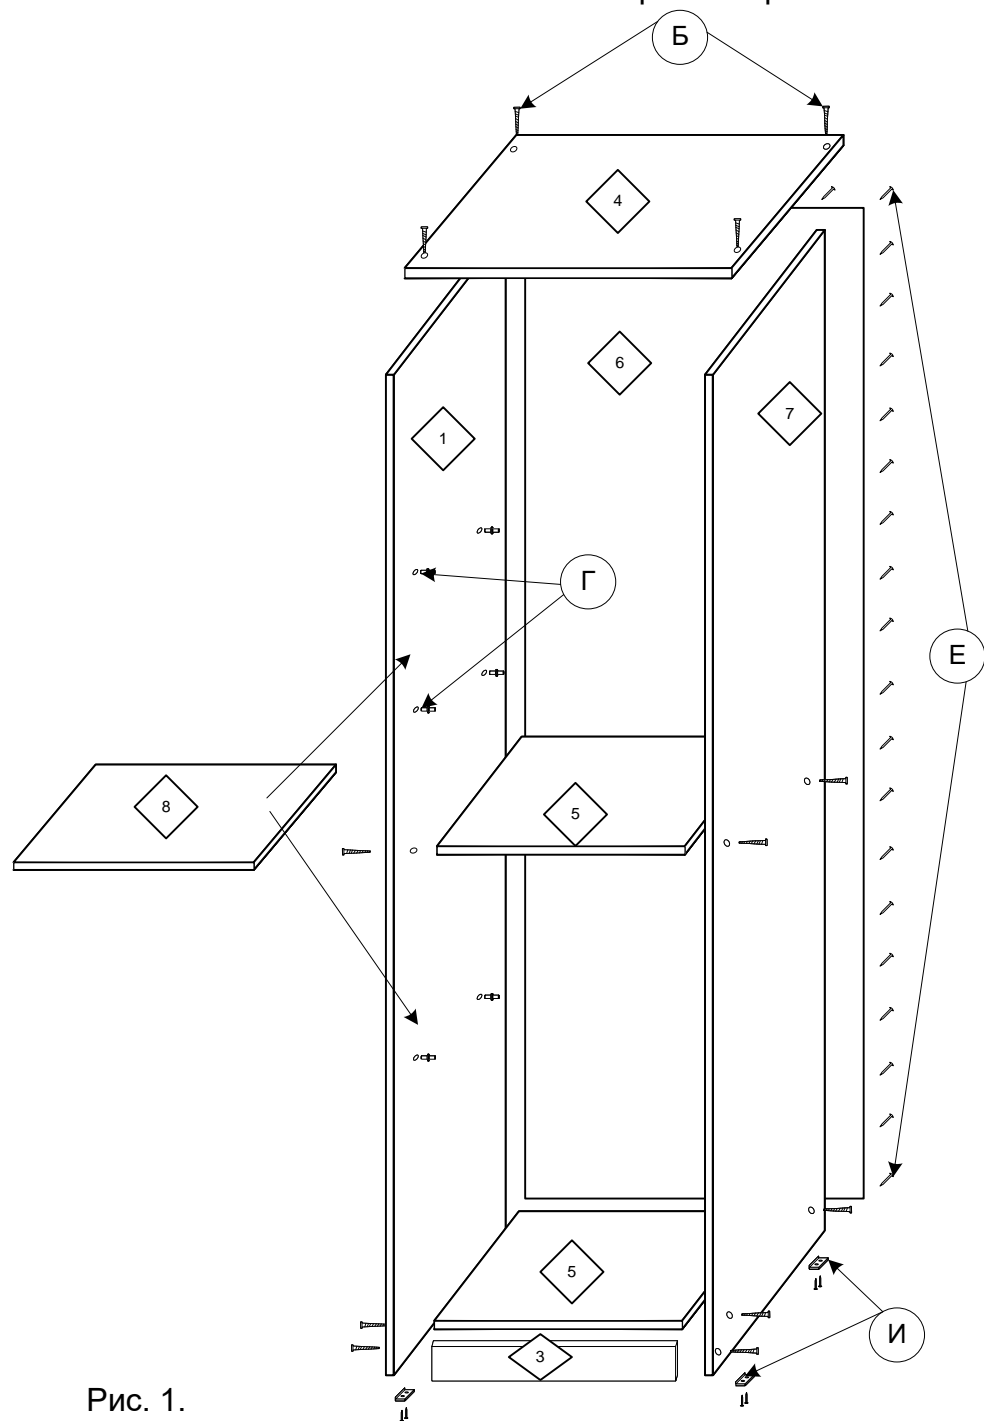

Рис. 1.
1. Сборка шкафа с полками . (Рис.1)